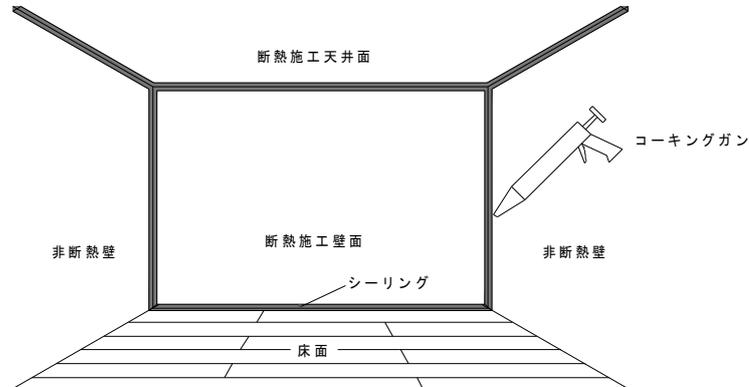

図2 施工下地面への気密・防湿処理
(4) 材料搬入、施工準備
(5) 墨出し
(6) 既存壁、天井、床との取り合い部分へのシーリング処理
- ・施工する壁面と繋がる壁、天井、床と取り合い部分に、シーリング材を塗布し防湿処理をしてください。(図2参照)